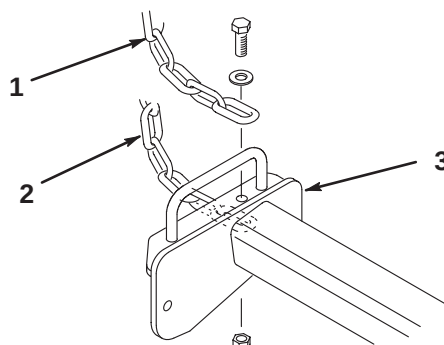

図 11
3. チッパー・チェーンをカuttingユニットに取り付ける（図11）：